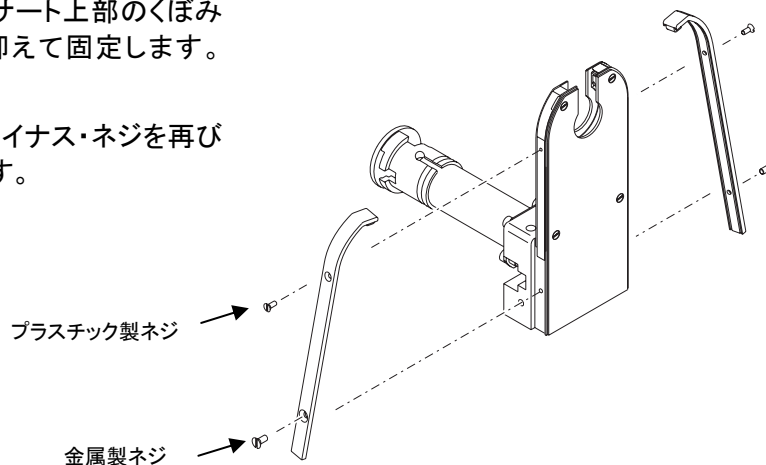

Figure 55 サイド・シールドの取り付け
8. サイド・シールドの曲がった端部をインサート上部のくぼみに合わせ、サイド・シールドを下方に抑えて固定します。Fig.55をご参照ください。